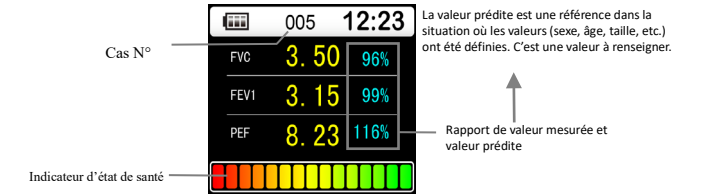

Figure 4 Interface des paramètres principaux
- (2) Dans l'interface (Testing) (Test), inspirez à fond, scellez les lèvres autour de l'embout buccal et expulsez tout l'air avec autant de force que possible en un minimum de temps, attendez quelques secondes, le dispositif entrera dans l'interface (Main parameter) (Paramètre principal) comme indiqué à la Fig.4.
a. Interface du paramètre principal : affiche le rapport entre la valeur prédite et la valeur mesurée de trois paramètres principaux. **Le ratio reflète l'état de santé, les paramètres corrects des informations personnelles sont la clé pour obtenir le taux d'exactitude.** Cette interface peut également afficher l'état de la batterie, l'heure, le numéro de cas et l'indicateur d'état de santé, comme le montre la Fig. 4.